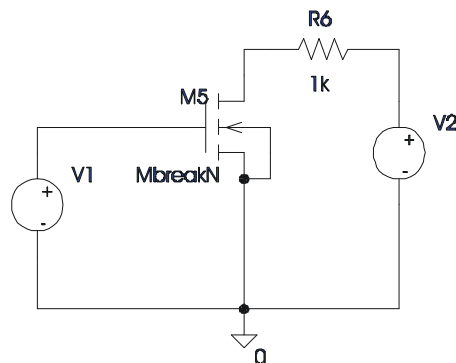

Figura E.2.15 Circuito del ejemplo 2.12.
Para obtener la curva de salida, se realizará la simulación con los siguientes valores de los generadores: V3 variable de 0 a 10V, con incrementos de 0.1V; y V4 variable de 0 a 5V, con incrementos de 1V. Los resultados obtenidos se muestran en la figura E.2.15.
Obtégase el punto de trabajo del circuito de la figura E.2.15, mediante su simulación
**Ejercicio propuesto.** Calcule analíticamente el punto de trabajo del circuito de la figura E.2.15, y contraste los resultados con los obtenidos en la simulación.